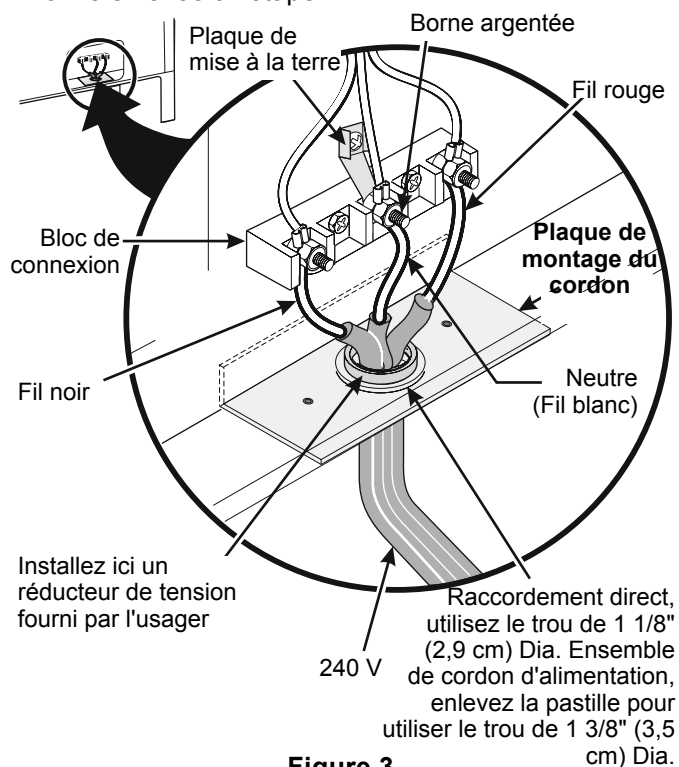

Figure 3
NOTE: L'appareil sort de l'usine avec un trou de 1 1/8" (2,9 cm) dia. tel que montré à la figure 3. Si un trou plus grand est requis, repoussez la pastille.
Si les codes locaux permettent la connexion du conducteur de mise à la terre du châssis au fil neutre du cordon d'alimentation en cuivre (voir fig. 3).
2. Utilisez les écrous fournis dans l'enveloppe littérature pour raccorder le neutre du cordon d'alimentation cuivré à la borne argentée située au centre du bloc de connexion, et raccordez les autres fils aux bornes extérieures. Assortissez les fils et les bornes conformément aux couleurs (branchez le fil rouge à la borne de droite, et le fil noir à la borne de gauche) (voir fig. 3).